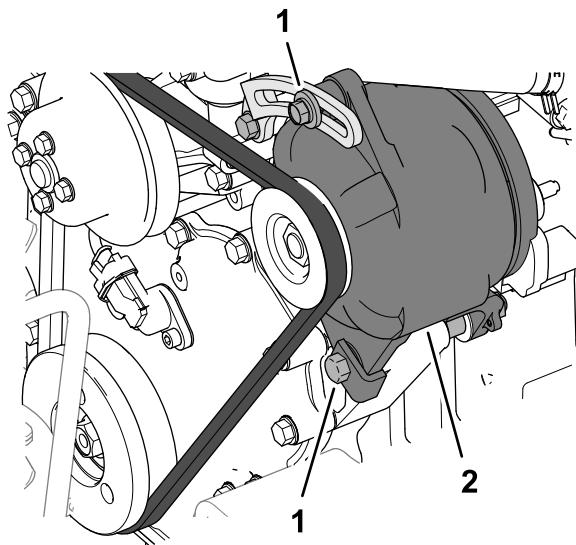

图 103
5. 如果皮带下压超过或不到 10mm 请松开发电机固定螺栓 图 103。